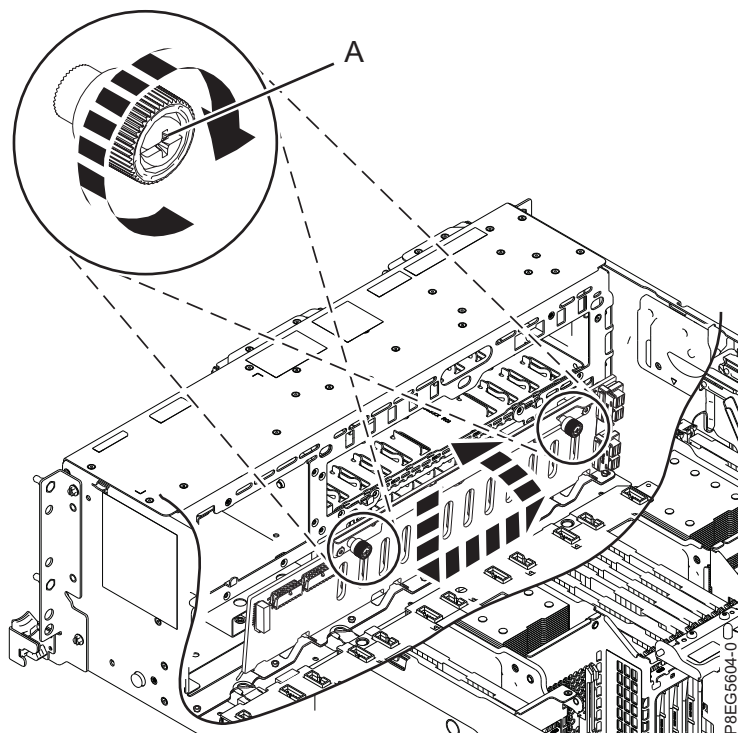

図 6. ディスク・ドライブ・バックプレーンの再取り付け
3. ディスク・ドライブ・バックプレーンの上部にある出っ張りを使用して、システムの前面に向くように、バックプレーンを再取り付けします。バックプレーンを背面に向けて傾け、シャーシの中に押し下げます。システムの中に挿入するためにバックプレーン・カットアウトをシャーシのタブに位置合わせします。10 ページの図 6 に示すように、バックプレーンを横にスライドさせます。
4. それぞれの拘束つまみねじ (A) を、システムのシャーシに固定されるまで、慎重に締めます。